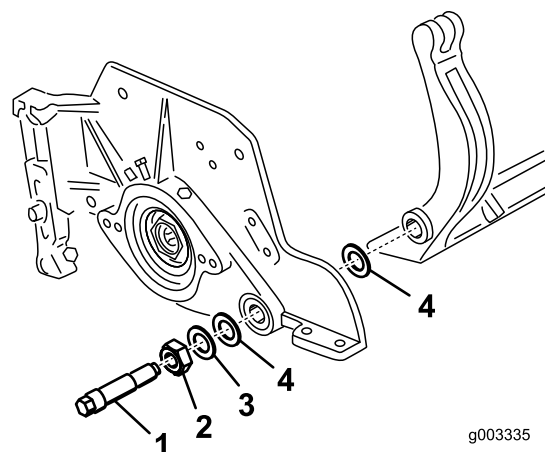

Figura 31
prensado de cada uma das extremidades da barra de apoio (Figura 31).
- Fixe a barra de apoio a cada um dos lados da placa lateral com as cavilhas (porcas flangeadas nas cavilhas) e com as 6 arruelas. Deve colocar uma anilha de nylon em cada um dos lados da placa lateral. Coloque uma arruela de aço no exterior de cada uma das arruelas de nylon (Figura 31). Aperte os parafusos com 27-36 Nm.
- Aperte as porcas de bloqueio, de forma igual em cada lado, até que não consiga rodar as anilhas de aço à mão. Em seguida, desaperte as porcas de bloqueio até que as arruelas de aço exteriores possam ser rodadas à mão, e a folga da barra de suporte seja removida (Figura 31).
aço exterior pare de rodar e a folga seja removida, mas não aperte em demasiado nem desvie as placas laterais. As arruelas podem ter uma folga interna (Figura 31).